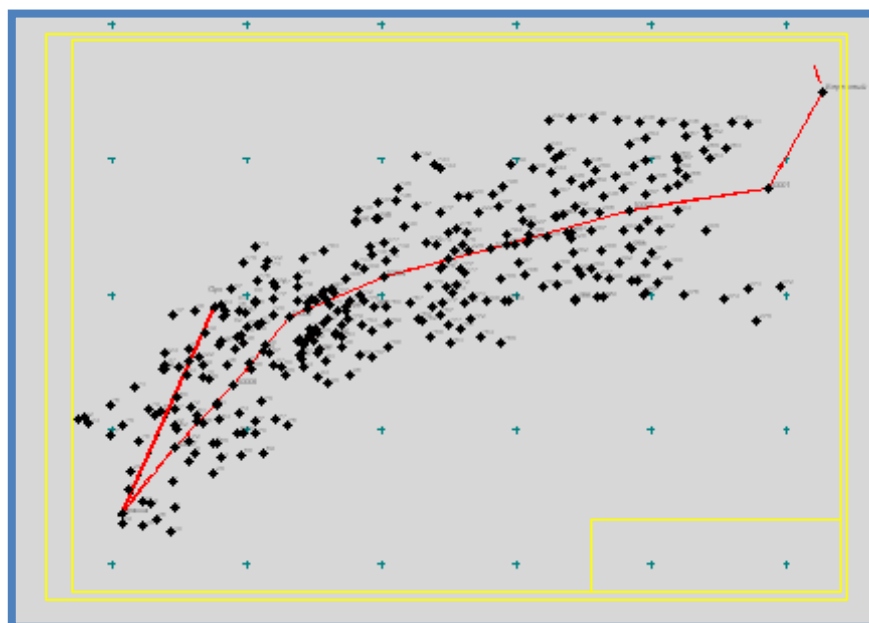

Рисунок 72 – Предварительно сформированный чертеж схемы пикетов в Графическом окне
20. В результате выполненных действий в рабочем окне отобразится изображение шаблона листа со штампом (Рис.72).